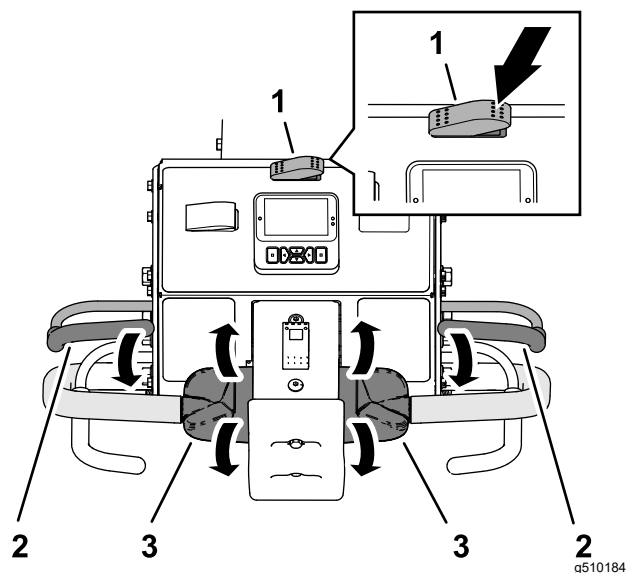

Figura 80
3. Presione el lado derecho del interruptor de transporte/aireación hasta la posición de AIREACIÓN (Figura 80).
5. Sujete el manillar izquierdo o derecho y la barra de control de presencia del operador (Figura 80), y apriete la barra contra el manillar.